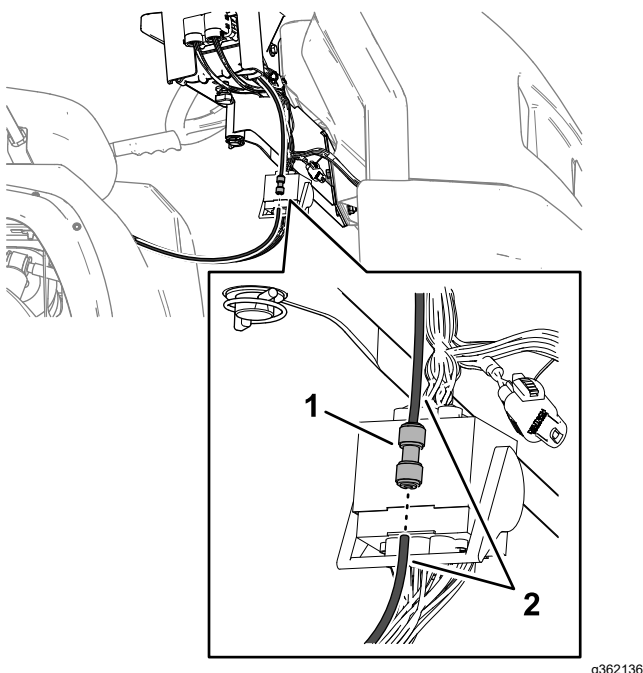

Bild 132
5. Entfernen Sie einen der Druckmessschläuche von der Steckverbindung, wie in Bild 132 dargestellt.